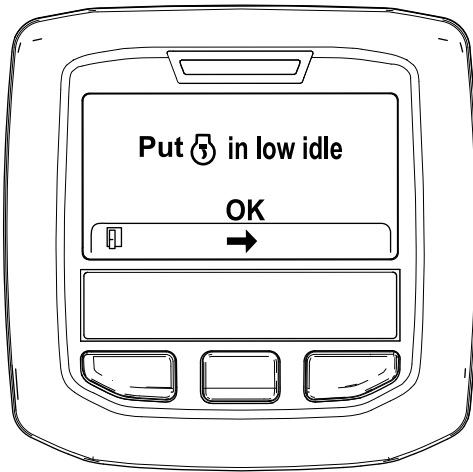

Figure 36
6. Placez la commande d'accélérateur en position de RALENTI et appuyez sur le bouton central (Figure 36).